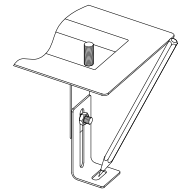
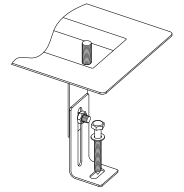
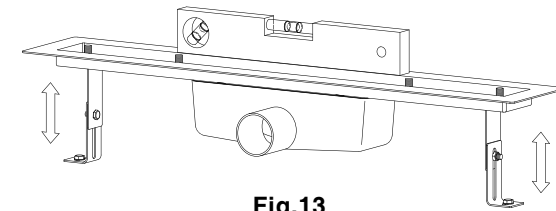

Fig.11
Fig.12
Fig.13
- Una vez colocado el sumidero en su posición, comprobar la horizontalidad de la rejilla inoxidable con un nivel (ver Fig.13).
2. Presente la canaleta sobre la instalación en el lugar deseado. Marque en el suelo los puntos a taladrar (ver Fig.11). Fije la canaleta al suelo con los tornillos proporcionados (ver Fig.12). Una vez colocado el sumidero en posición, ajuste a la altura necesaria y compruebe la horizontalidad de la canaleta con un nivel (ver Fig.13).
- 2- Present the linear drain in the desired position of the installation. Mark on the floor the points to drill (see fig. 11). Fix the linear drain to the floor with the screws provided (see fig. 12). Once installed the linear drain, adjust the suitable height and check the horizontal alignment with a level. (see fig. 13).